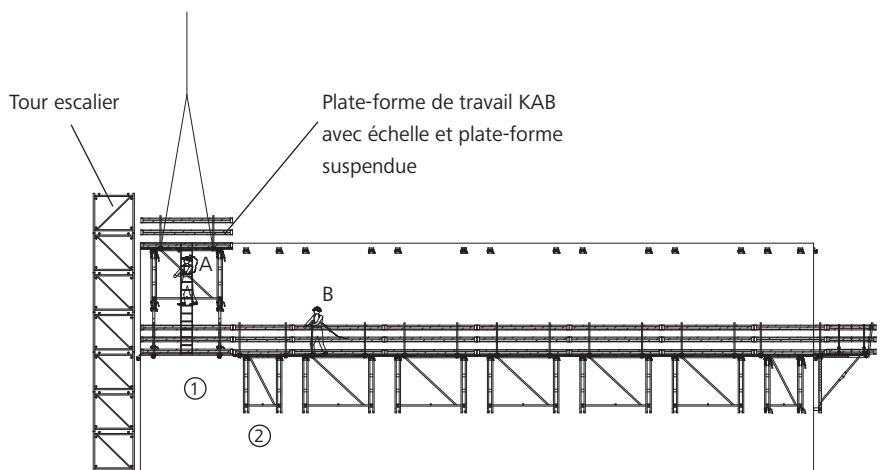
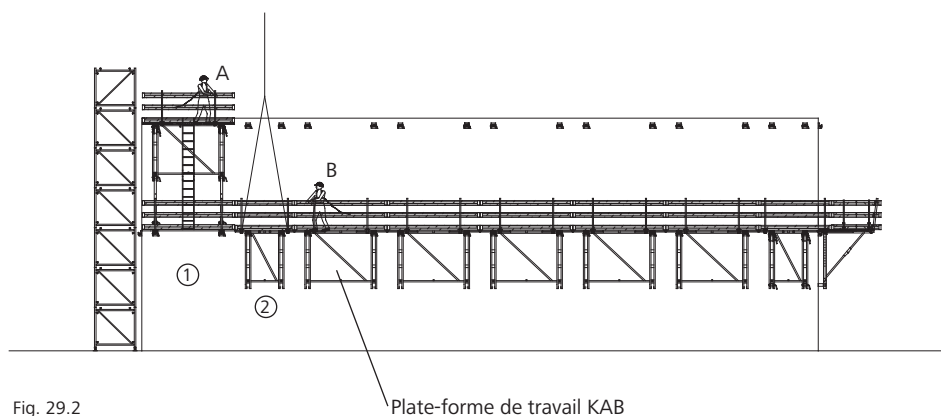

Fig. 29.1
Fig. 29.2
7. A emprunte l'échelle pour accéder à la plate-forme du haut (Fig. 29.1) et procède au désélingage de la plate-forme. Protégé par un équipement de protection individuelle (EPI), A demeure sur la plate-forme (1) qui vient d'être levée (Fig. 29.2).
8. B procède à l'élingage de la plate-forme suivante (2), déverrouille les sabots KAB et quitte la plate-forme (2) (Fig. 29.2).